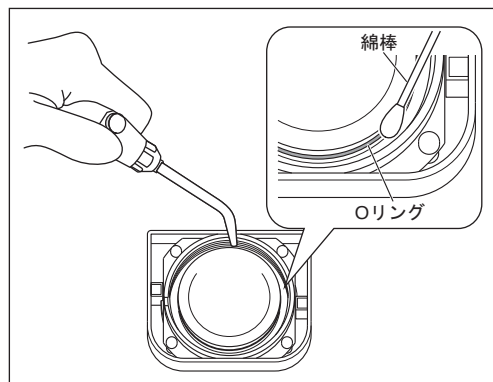

図45
- 2) ブラシや乾いた綿棒などで、チャンバー内面およびねじ部周辺やチャンバー用ふたのねじ部周辺を清掃してください。その後、付着しているパウダーをエアなどで取り除きます（図45）。